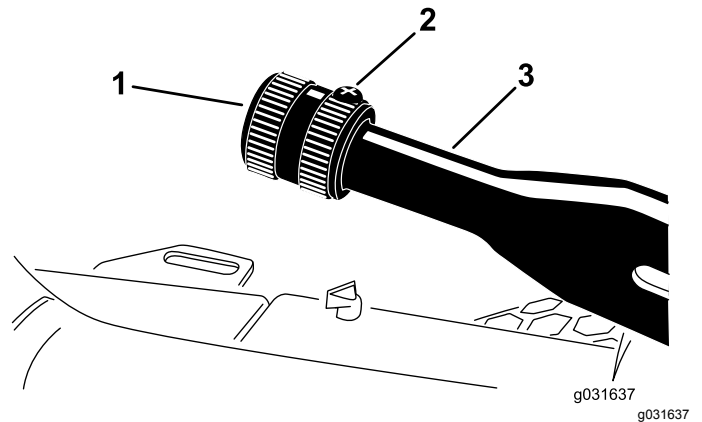

Bild 58
1. Lockern Sie die Stellschraube, mit der das Handrad am Feststellbremshebel befestigt ist (**Bild 58**).